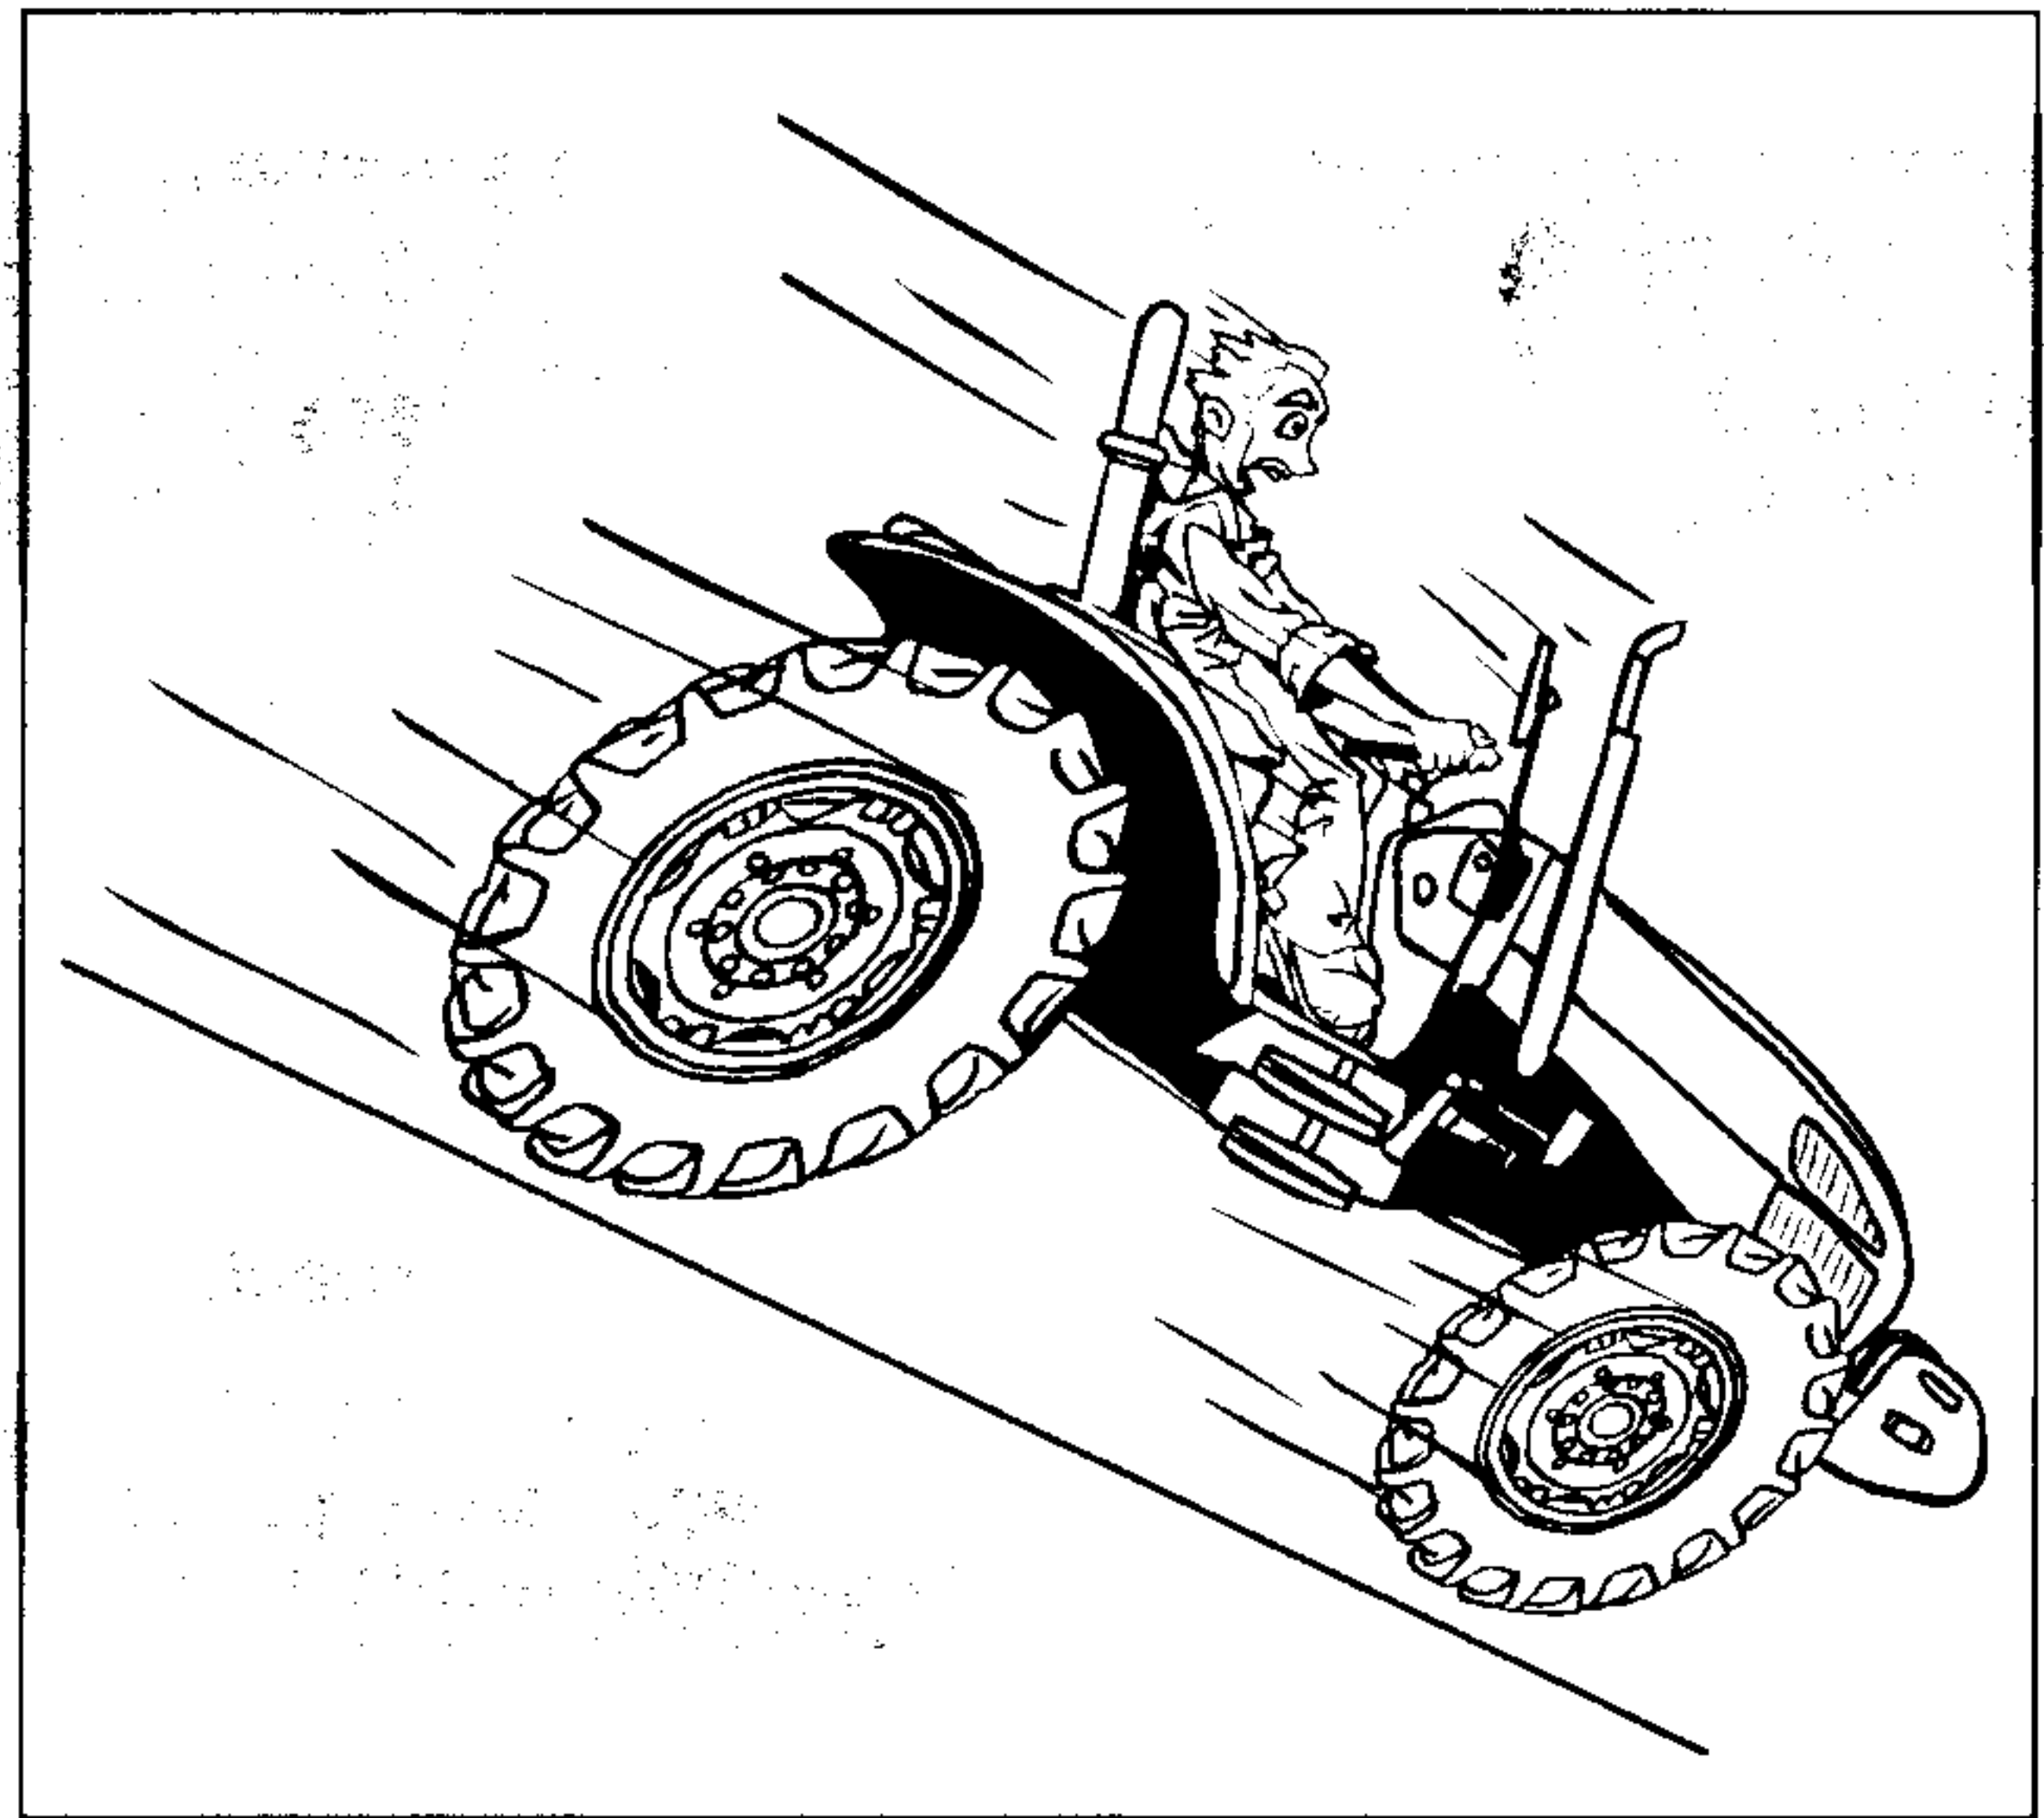

Fig.2-40
- Conecte una marcha lenta antes de iniciar un descenso o una subida. (Fig.2-40)
- Mantenga un marcha conectada. Nunca efectúe un descenso con el tractor desembragado o el cambio en punto muerto (Fig. 2-40).